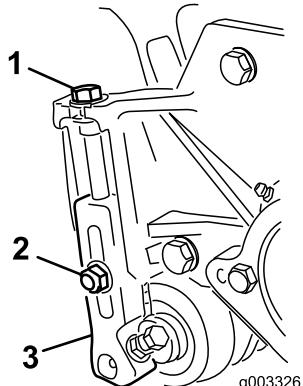

Bild 24
1. Lösen Sie die Sicherungsmuttern, mit denen die Schnitthöhenarme an den Seitenplatten der Schneideeinheit befestigt sind (Bild 24).